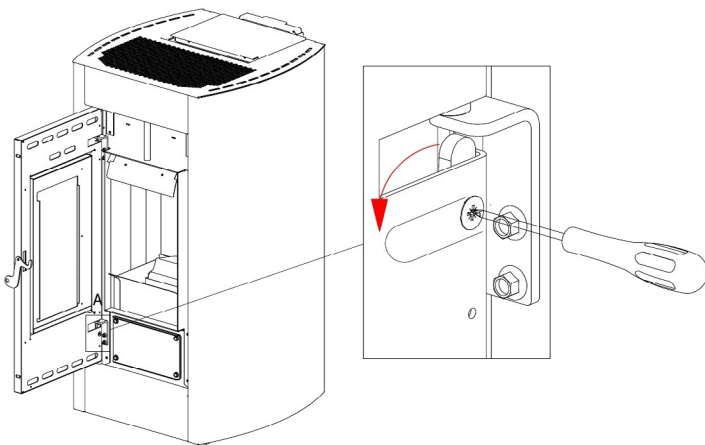

Fig. 27 - Entfernen der Schrauben
- Hebel mit einem Schraubenzieher in Pfeilrichtung drehen (siehe **Fig. 27 a pag. 22**).